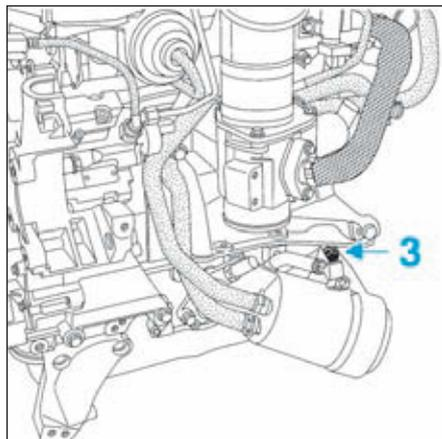

FIG. 108
- le carter de distribution (2),
- le bouchon de pigeage (3) du vilebrequin situé dans le bas du bloc-cylindres (Fig.108).